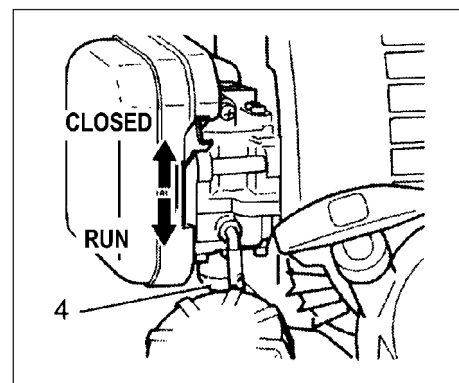

Fig. 2-3
*Duw verschillende keren op de injectiepomp (4), zodat de brandstof door de pomp of de terugloopleiding vloeit. (indien aanwezig) (Fig. 2-3)
2. Zet de choke hendel in de positie GESLOTEN. (Fig. 2-3)
4. Als u hoort dat de machine opstart, zet u de choke hendel in de positie START (open). Trek vervolgens nog eens kort aan de trekstarter. (Fig. 2-3)